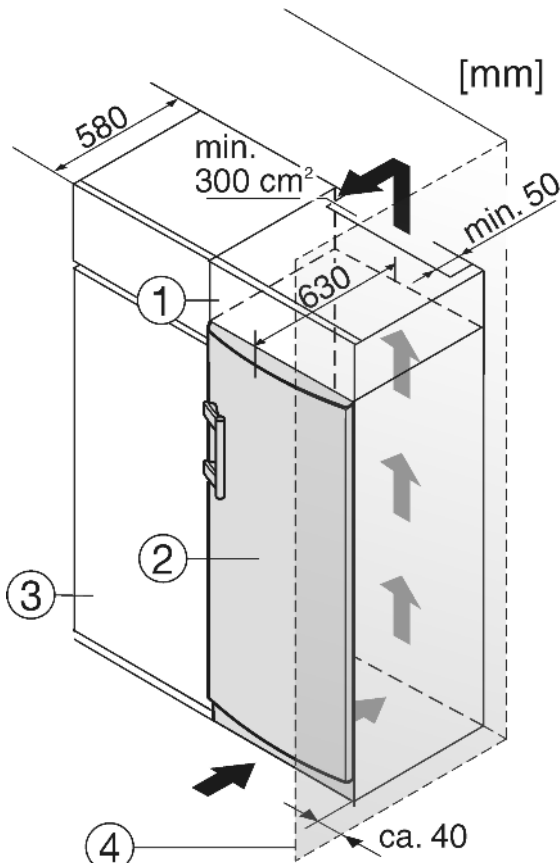

Fig. 8
- (1) Дополнительный шкафчик
- (2) Устройство
- (3) Кухонный шкаф
- (4) Стенка
Устройство может быть окружено кухонными шкафами. Чтобы уравнять устройство Fig. 8 (2) по высоте с кухонной стенкой, можно установить над устройством дополнительный шкафчик Fig. 8 (1).
При комбинировании с кухонными шкафами (глубина макс. , 580 мм) устройство можно установить непосредственно рядом с кухонным шкафом Fig. 8 (3). Дверца устройства выступает по сторонам на 34 мм и по центру устройства на 50 мм относительно передней стенки кухонного шкафа. Поэтому ее можно свободно открывать и закрывать.
Если устройство установлено на шарнирах у стены Fig. 8 (4), то расстояние между устройством и стеной должно быть не менее 40 мм. Настолько выступает ручка при открытой дверце.